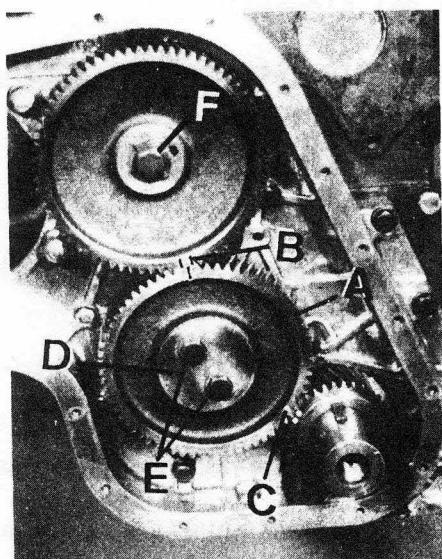

Fig. A3-71 Montaje del engranaje de enlace (sincronizado de marcas)
- 2.7. Montar el engranaje de enlace, A (Fig. A3-71), de forma que los dos dientes de éste marcados con una "raya", queden engranados con el diente del engranaje del árbol de levas marcado también con una "raya" (Ver detalle, B, Fig. A3-71). El diente del engranaje de enlace, A, marcado con un granetazo deberá quedar engranado entre los dos dientes del engranaje del cigüeñal marcados también con un granetazo (ver detalle, C, Fig. A3-71).
- 2.9. Situar la placa de retención, D, (Fig. A3-71), con sus dos tornillos de fijación, E, debiendo quedar dicha placa con su canto biselado hacia el exterior. Los tornillos de fijación, E, se apretarán a una tensión de 4,25 mkg.
- 2.10. Apretar definitivamente el tornillo, F (Fig. A3-71) de fijación engranaje - árbol de levas a una tensión de 3,75 a 4,25 mkg. y frenar dicho tornillo.